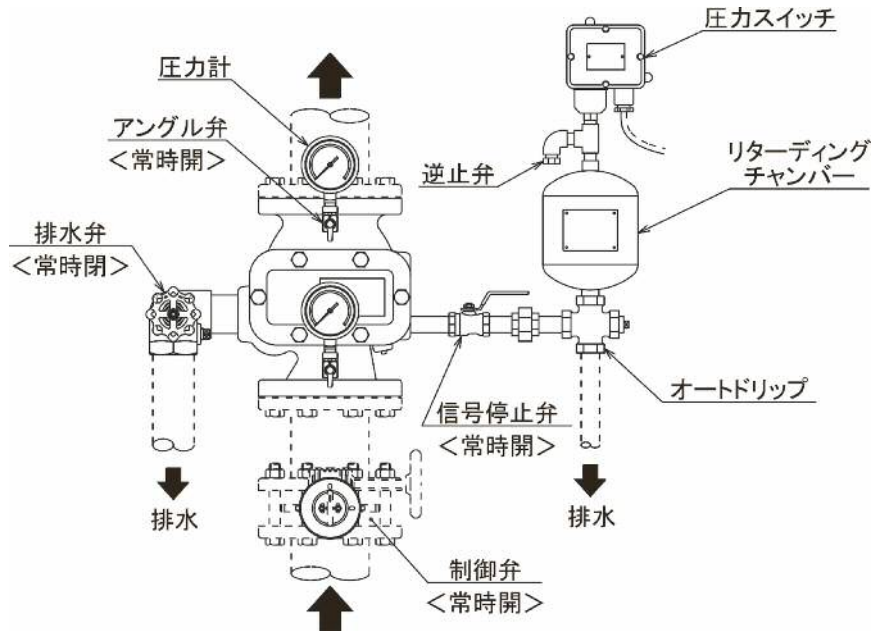
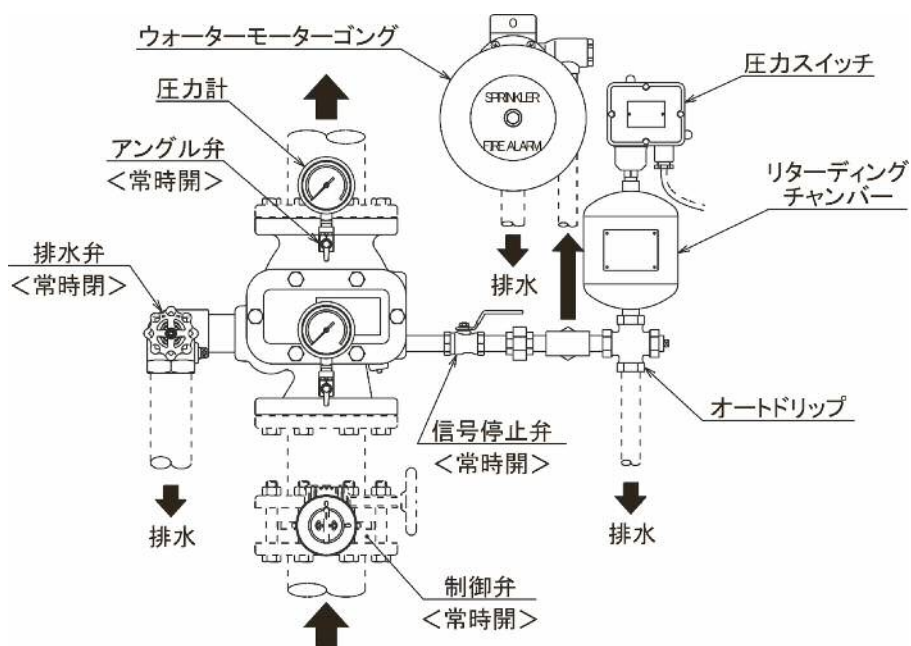

図1
図2
取付	<p>① 取付ける際、本製品の周囲には排水弁やリターディングチャンバーの設置、及びメンテナンス等を考慮したスペースを確保してください。メンテナンス等することができなくなります。</p> <p>② 本製品を取付ける前に、バルブ本体内部の梱包材(ディスク押さえ)を必ず取除き、その他の異物がないことを確認してください。異物等により機能が失われる恐れがあります。</p> <p>③ 本製品を取付ける際、バルブ本体の側面に表示されている流れ方向(矢印↑)が、下から上方向であることを確認のうえ、設置してください。逆方向では機能しません。</p> <p>④ バルブ本体を設備配管に設置してから、リターディングチャンバーや圧力計を取付けてください。なお、チャンバーは垂直に取付けてください。</p> <p>⑤ バルブ本体に排水弁、リターディングチャンバー・オートドリップ(クロス)・圧力スイッチの組立品、信号停止弁を組付ける際は、3ページの図1または図2を参照してください。</p>